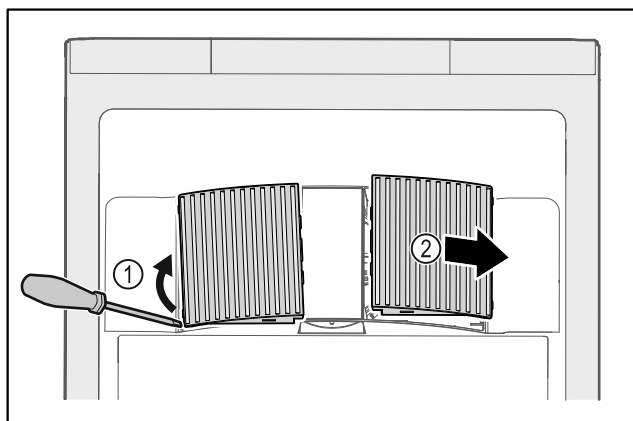

Fig. 34
- ▶ Extraire par un mouvement de levier les caches latéraux Fig. 34 (1) vers l'avant Fig. 34 (2).